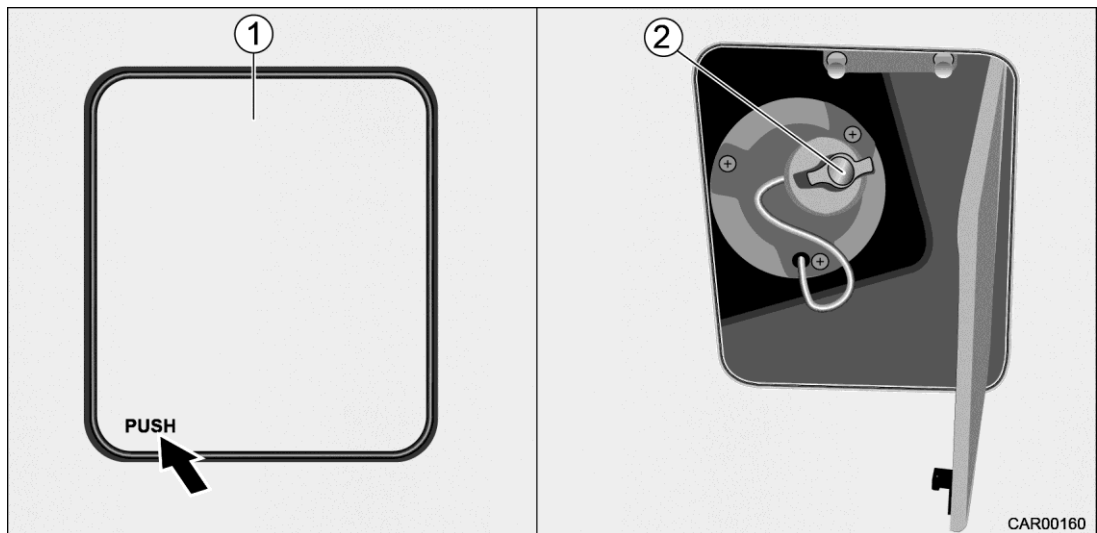
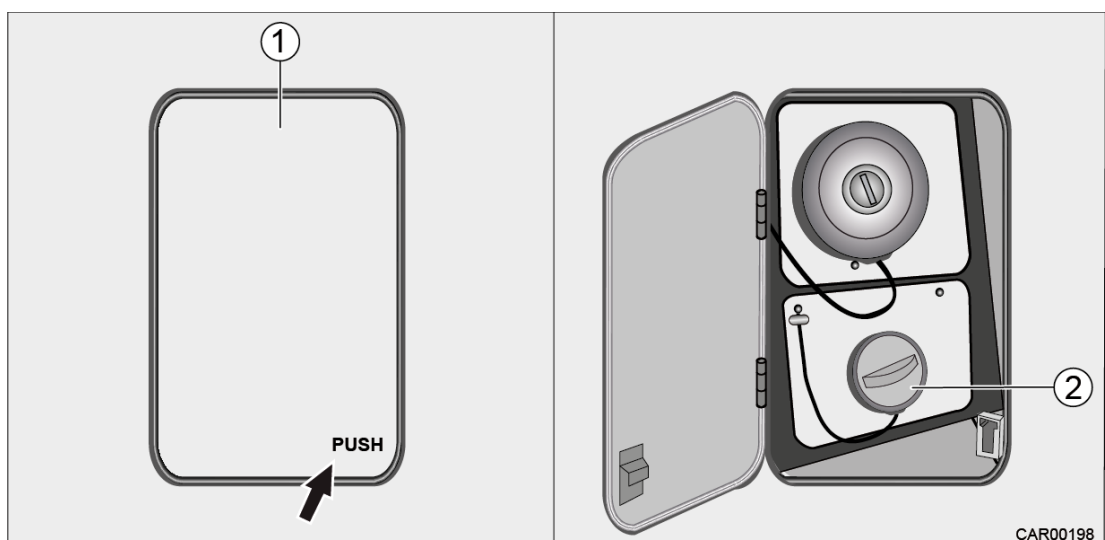

Fig. 15 Bouchon de remplissage d'AdBlue® Iveco
Fig. 16 Bouchon de remplissage d'AdBlue® Fiat
1. Ouvrir le bouchon de remplissage AdBlue® (Fig. 15/1, Fig. 16/1). Pour cela appuyer sur le coin inférieur avec l'inscription « PUSH ». Le clapet s'ouvre.
2. Dévisser le bouchon dans le sens anti-horaire (Fig. 15/2, Fig. 16/2).
1. Tourner le bouchon (Fig. 15/2, Fig. 16/2) dans le sens horaire jusqu'en butée.
2. Fermer le clapet du bouchon de remplissage d'AdBlue® (Fig. 15/1, Fig. 16/1). Pour cela appuyer sur le coin inférieur avec l'inscription « PUSH » et faire encliqueter le clapet.